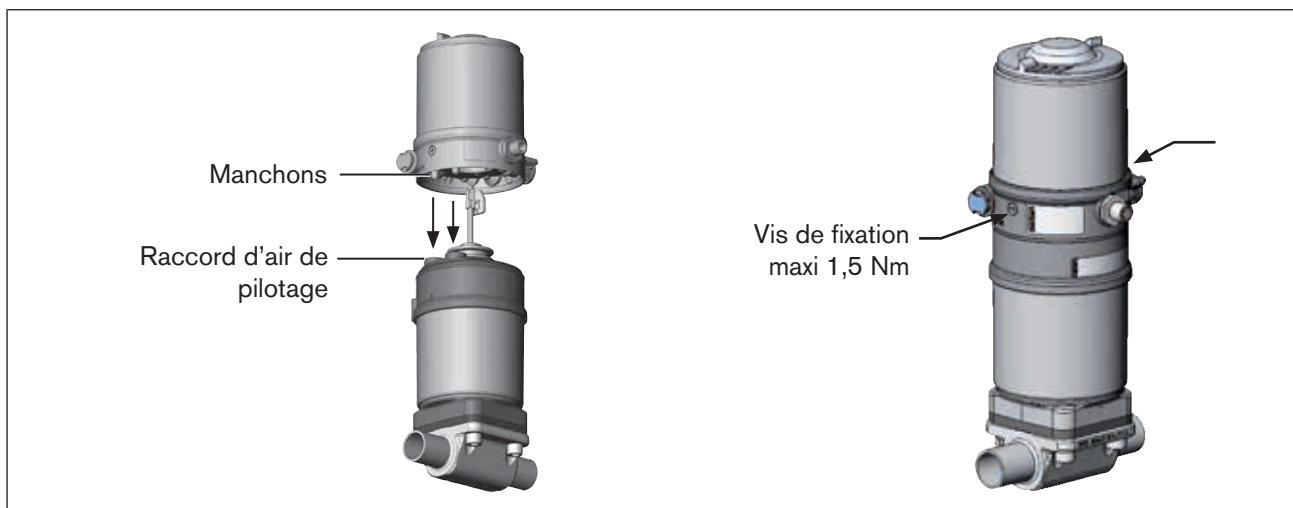

Figure 10 : Montage de la tête de commande
2. que les manchons de la tête de commande entrent dans les raccords d'air de pilotage de l'actionneur (voir « Figure 10 »).